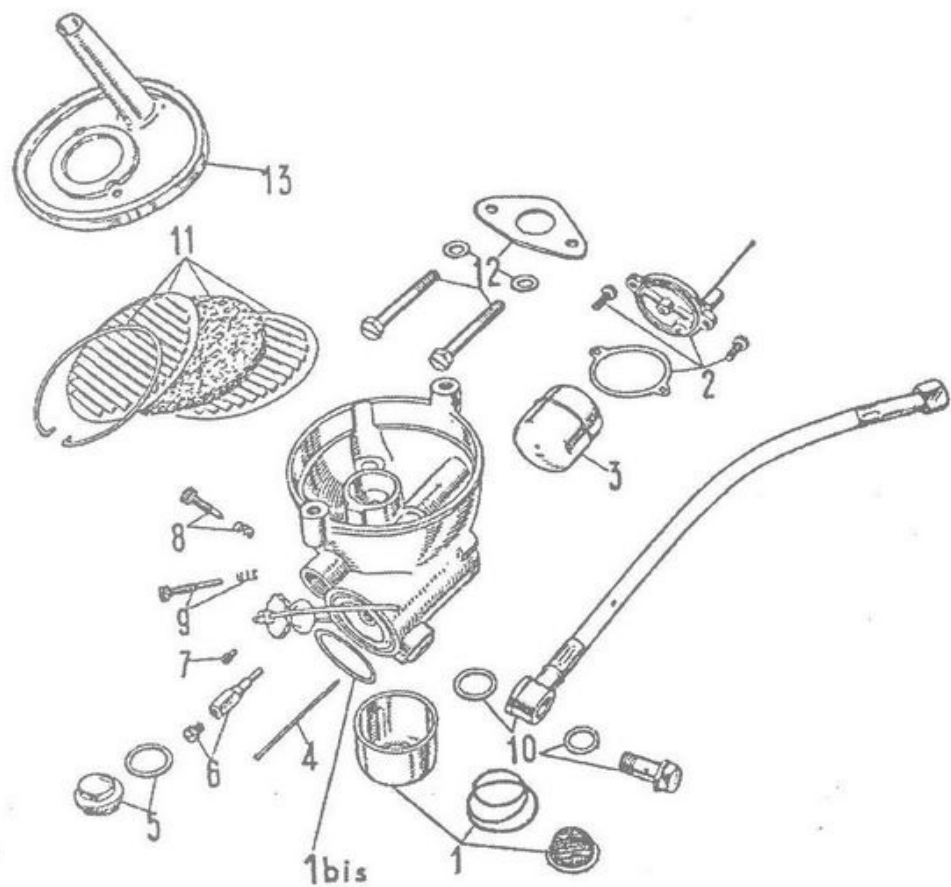

Fig. 23 - Carburatore smontato, si noti l'ordine di montaggio
**Smontaggio** (Vedere fig. 23).
- la tubazione della miscela col relativo bullone d'attacco (10) con chiave da mm. 12;
- il bicchiere (1) colla molla di pressione e il filtro, e se occorre, anche la guarnizione (1 bis);
- il coperchietto (2) per ispezionare la vaschetta a livello costante, per effettuare questo svitare le due viti di tenuta ed estrarre dalla vaschetta il galleggiante (3) mediante lo smontaggio dell'astina (4);
- il tappo con guarnizione (5) con chiave da mm. 14, indi svitare il polverizzatore con chiave a tubo da mm. 8 e il getto (6);
- il getto minimo (7);
- la vite per regolazione minimo (8);
- la vite per regolazione valvola a gas (9).